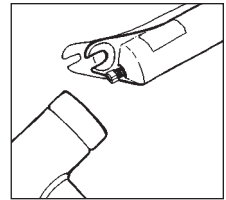

Fig. 6
6. Desserrez partiellement les boulons d'arbre à l'aide d'une clé hexagonale de 5 mm, tapez fermement sur les boulons avec un maillet pour libérer les arbres du tube inférieur (voir Fig. 6) et retirez